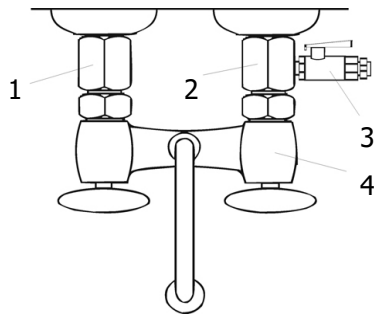

Fig. 3 – Wasserzulaufhahn-Anschluss
1. Suchen Sie ein Kaltwasserabsperrenteil unter dem Waschbecken (wenn der Zubringer nach diesem Ventil installiert ist) oder ein Hauptabsperrenteil (wenn der Zubringer vor dem Absperrenteil unter dem Waschbecken installiert ist, wie auf dem oberen Bild (Fig. 3) gezeigt und schalten Sie es aus. Öffnen Sie den Kaltwasserhahn an Ihrer alten Armatur, um den Druck abzulassen, und stellen Sie sicher, dass kein Wasser läuft.